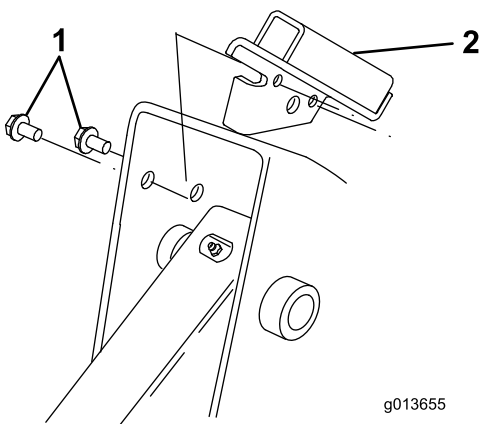

Figura 5
3. Aliniați proeminența de pe consola scutului cu marginea frontală a cadrului cu consola din interiorul fantei braului încărcătorului (Figura 5).
aliniate cu orificiile efectuate de dumneavoastră în cadru (Figura 5).
4. Fixai consola pe cadru cu 2 uruburi cu autofiletare, aa cum este ilustrat în Figura 5.